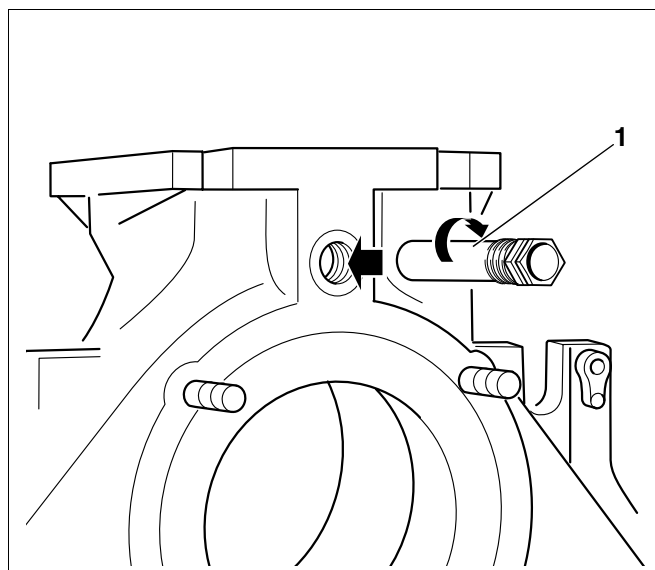

Fig. 25 Montering av følerlomme
- Sett følerlommen R $\frac{3}{4}$ inn i R $\frac{3}{4}$ gjengeboringen i turstussen fra kjelens bakside (lengde: 110 mm) (Fig. 25, **Pos. 1**).